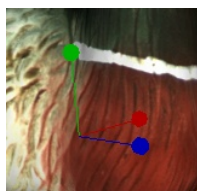

Рис. 8.51: Элемент управления в режиме масштабирования
- Переместите центр элемента управления (Рис. 8.51) или один из его круглых концов в окне *3D вида*.